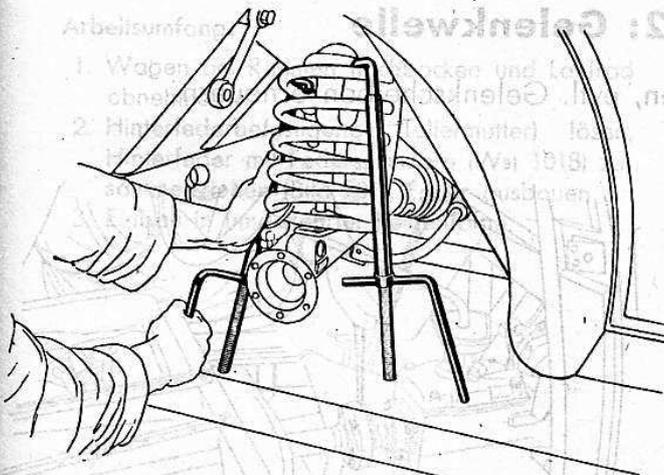

Bild 193
7. Hinterfederbefestigung (Teller Mutter) lösen, Hinterfeder mit Federspannern (Wst 1018) zusammenziehen (Bild 193) und mit zwei Spannbügeln (Wst 1141) festhalten.